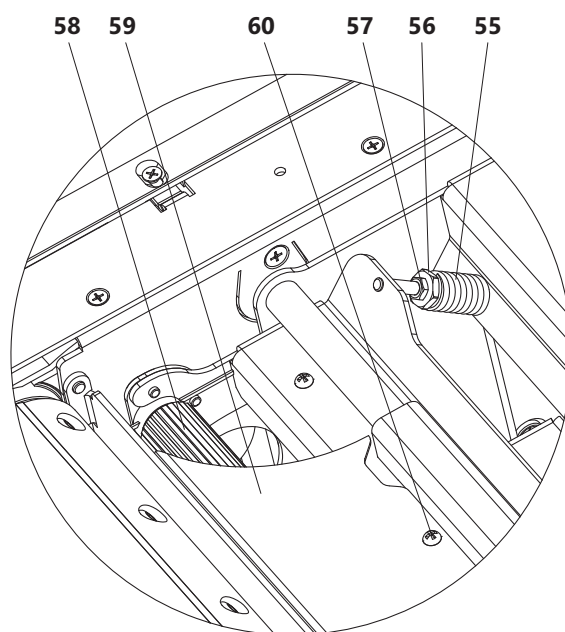

Рис. 28 Регулировка подающего вала
- освободить контргайку 57 (рис. 28);
Для очистки подающего вала 58 (рис. 28) от стружки и смолы необходимо вывернуть винты 60 и снять защитный кожух подающего вала. После очистки подающего вала, кожух 59 установить в обратном порядке.